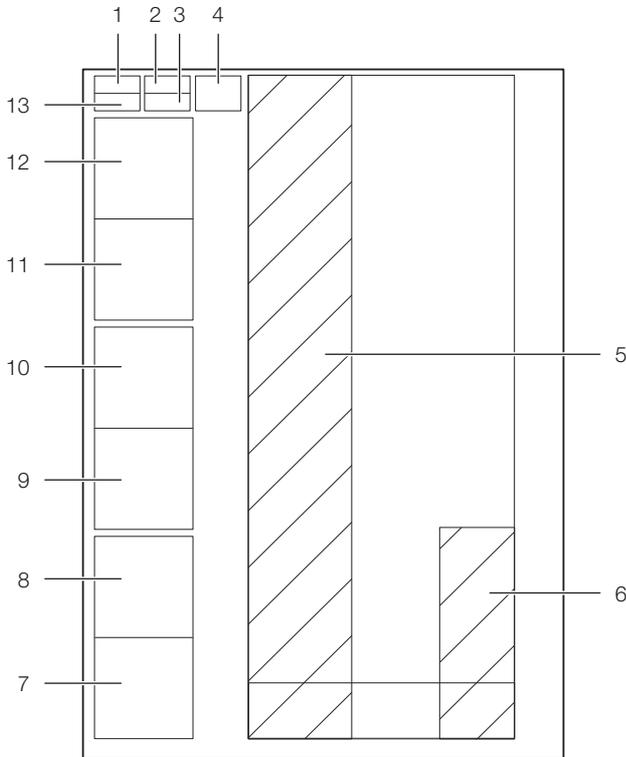

Abb. 10: Schematischer Aufbau eines Liquid Cooling Package – Rechte Seitenansicht
- 5 Regeleinheit CMC III PU (vgl. Abb. 10, Pos. 13)
- 6 Sicherungsbox mit Hauptschalter (vgl. Abb. 10, Pos. 1)